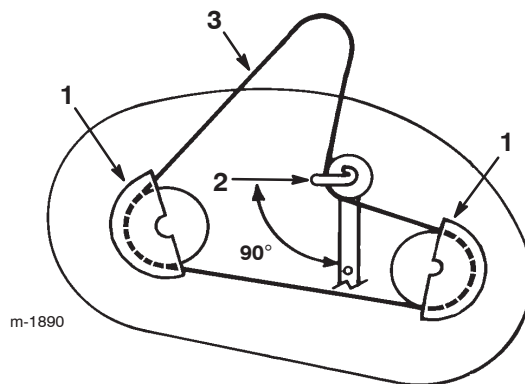

Bild 47
2. Entfernen Sie die Befestigungsschrauben der Riemenabdeckungen und die Riemenabdeckungen von beiden Schnittmesser-Riemenscheiben (Bild 47).
3. Lockern Sie die Schraube und die Mutter, mit denen die Spannscheibe und die Riemenführung befestigt sind, entfernen Sie diese aber nicht (Bild 47).
2. Richten Sie die Riemenführung der Spannscheibe so aus, dass sie 90° nach links zum Spannscheibenarm zeigt (Bild 47).
4. Montieren Sie die linke und rechte Riemenabdeckung mit den Befestigungsschrauben (Bild 47).